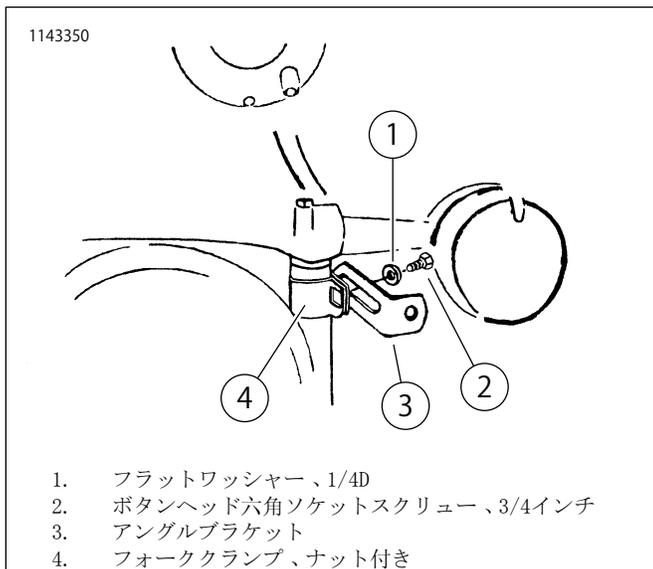

図3。ロウアーマウントを組み立てます
6. 図3を参照してください。フォーククランプ(4)を広げ、フォークチューブの上部の周りに平らな側が外側に向き前を向くように配置し、フォークの上にクランプをしっかりと絞ります。